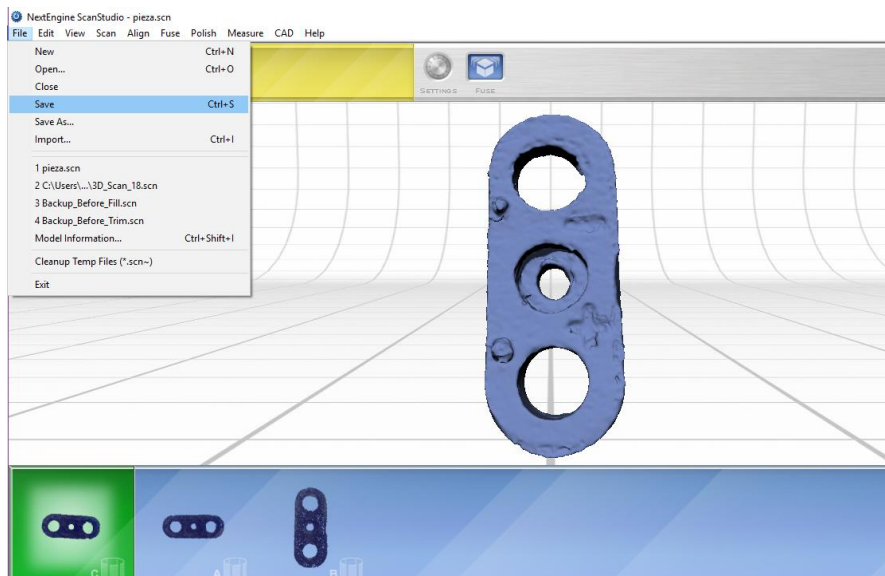

Figura 53. Opción Save (guardar).
18. Para imprimir el objeto se debe guardar la digitalización, para esto seleccione en la barra de menús la opción **File** (archivo) seguido de la opción **Save As** (guardar como) ver Figura 53.